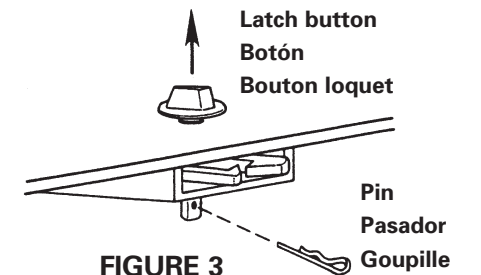

FIGURE 3
Open dispenser to reveal latch mechanism on side of cover. Release latch button by removing pin in latch button stem (see Figure 3). Pull latch button out and save for future use.
**LORSQUE L'UTILISATION D'UNE CLÉ EST DÉSIRÉE :** Ouvrir la boîte distributrice pour accéder au loquet situé à l'intérieur du couvercle. Libérer le bouton loquet en retirant la goupille de la fente (voir la Figure 3). Retirer le bouton loquet et le conserver pour utilisation future.